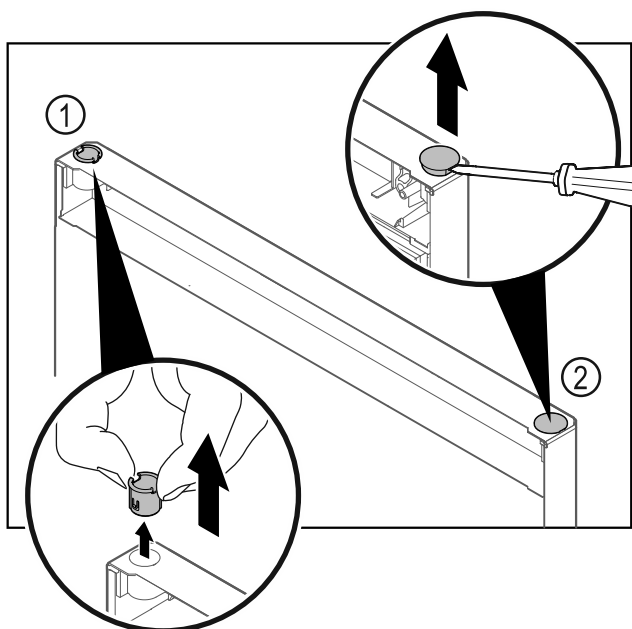

Fig. 29
- Pušo tečaja Fig. 29 (1) snemite s prsti.
- S ploščatim izvijačem previdno dvignite krovni čep Fig. 29 (2) in ga izvlecite.